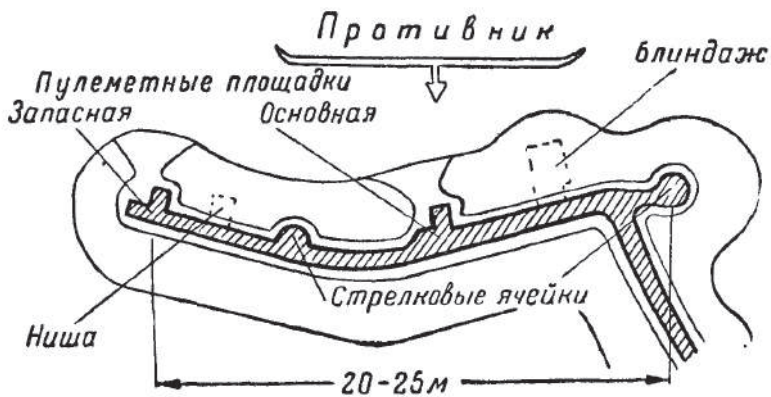

Рис. 3. Окоп на пулеметное отделение (вариант)
2. Окоп на пулеметное отделение (вариант) (рис. 3).